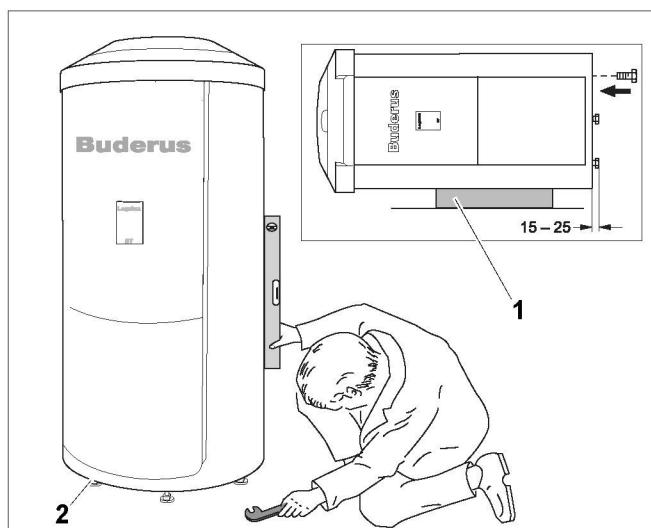

Рис. 5 Выравнивание бака по вертикалі
- Положить на пол (рис. 5, поз. 1) амортизирующую прокладку.
- Закрутить 3 опорных болта (рис. 5, поз. 2), входящие в поставку, на 15 – 25 мм.